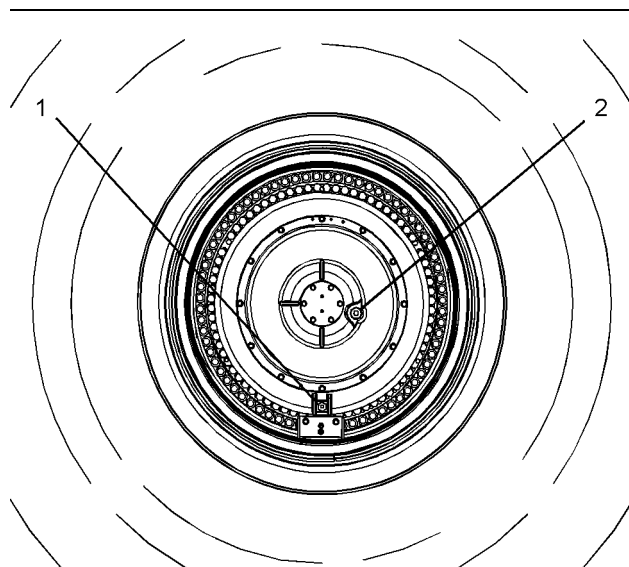

Ilustración 146
6. Quite el tapón del drenaje del diferencial (3) y deje que el aceite drene en un recipiente adecuado.
7. Quite el tapón de la válvula de drenaje (3). Instale un niple de tubo de 100 mm (4 pulg) de largo con rosca NPT para abrir la válvula interna de drenaje. El diámetro exterior del niple de tubo con rosca NPT debe ser de 38 mm (1,5 pulg). Drene el aceite en un recipiente adecuado.
10. Llene el compartimiento del diferencial a través del orificio (4). Llene el compartimiento del diferencial hasta la parte inferior de la mirilla (5).
11. Quite los tapones de la abertura de llenado del mando final (2). Vea la Ilustración 146. Llene cada mando final hasta la parte inferior de la abertura de llenado. Cuando el tapón del drenaje del mando final está en la posición más baja, el tapón de la abertura de llenado del mando final estará en el nivel correcto del aceite.